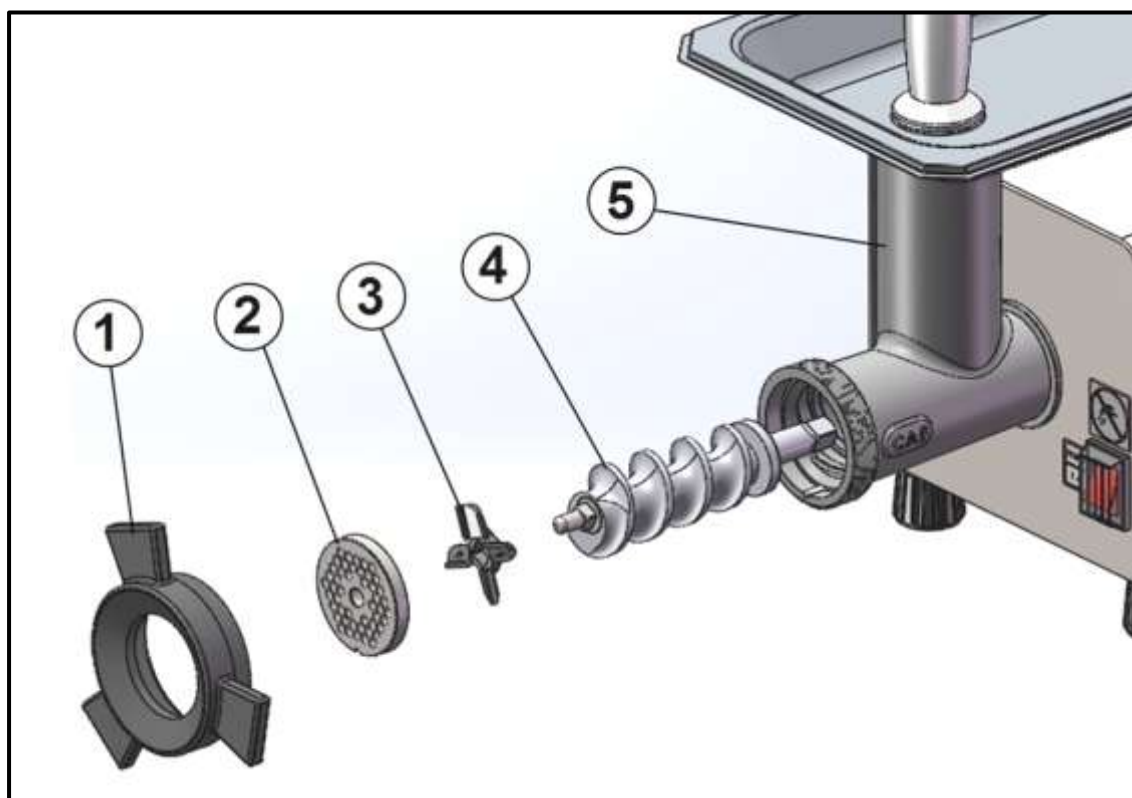

Fig. 2 - Moagem CAF 8
- Encaixe o Caracol montado (Item 4 - Fig. 2) no Bocal (Item 5 - Fig. 2).
- Encaixe a Cruzeta (Item 3 - Fig. 2) no pino do caracol, observando sua posição de corte (Corte para Frente).
- Coloque o disco com o furo desejado* (Item 2 - Fig. 2), certificando-se de que o mesmo esteja encaixado na chaveta do Bocal.
- Rosqueie o Volante (Item 1 - Fig. 2) até encostar no Disco.